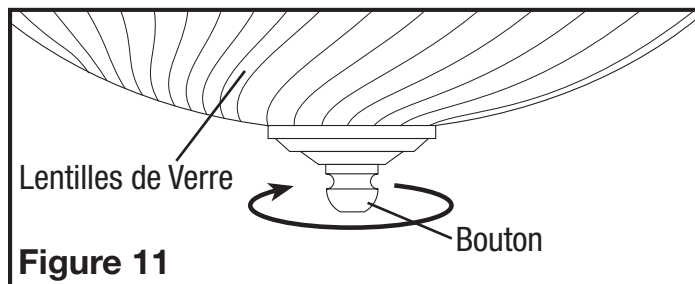

Figure 11
- Enlever les lentilles de verre de la grille en dévissant le bouton au haut des lentilles (Figure 11).
- Remplacement de l'ampoule:** déconnecter l'alimentation de l'unité. Enlever les lentilles en verre de la grille en dévissant le bouton au haut des lentilles (Figure 11). Remplacer l'ampoule (les ampoules) avec une (des) ampoule(s) incandescente(s) à culot moyen de type A19 de 60 watts au maximum.